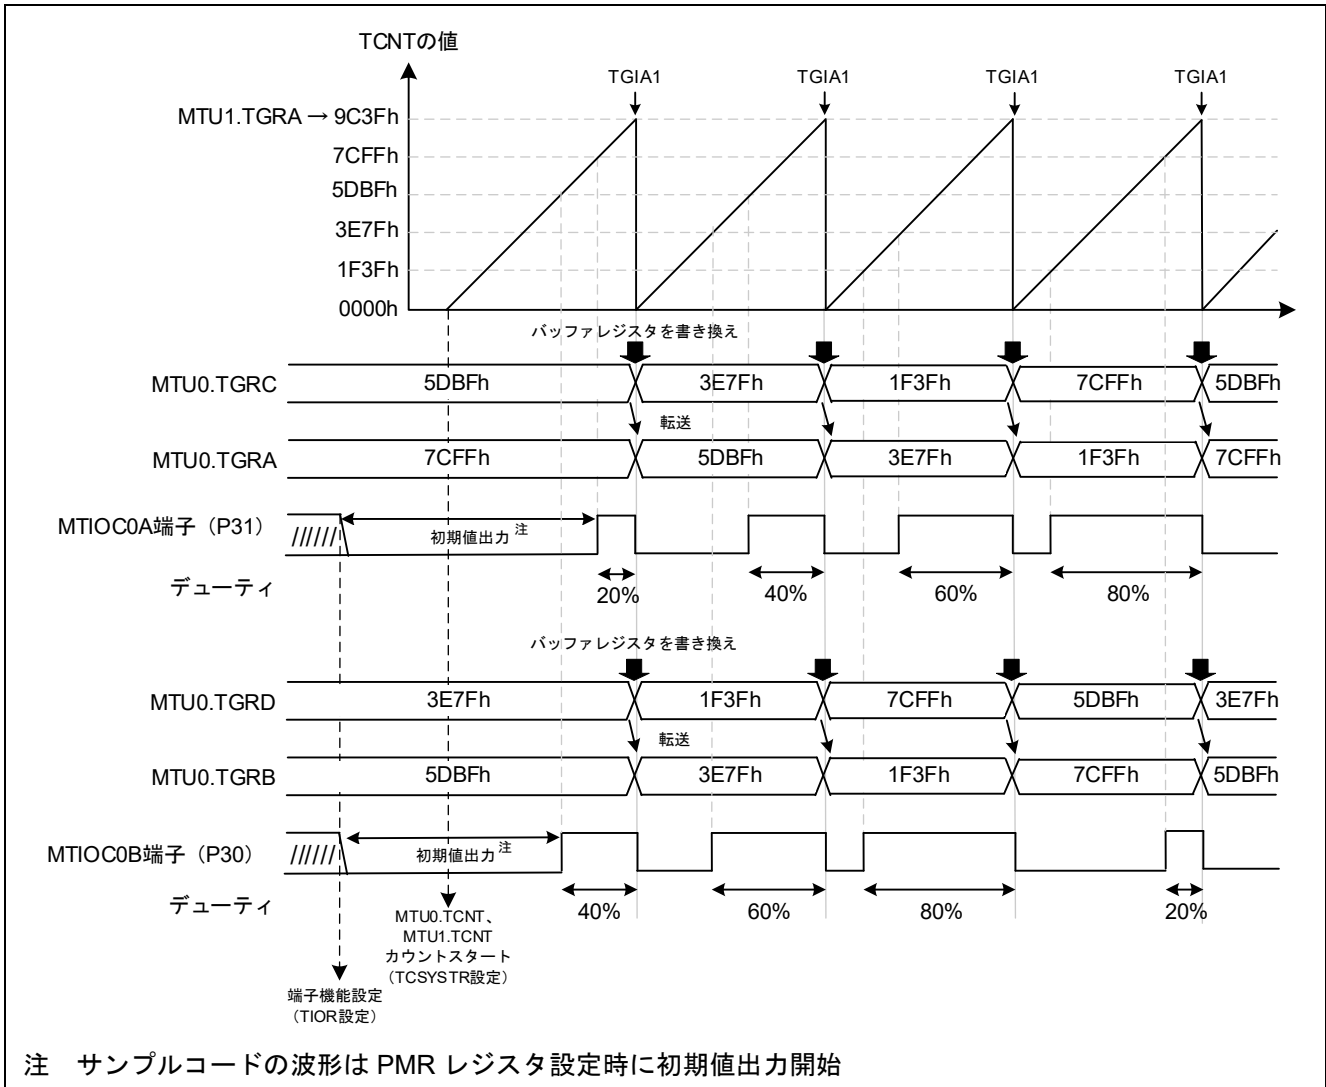

図 3-30 サンプルコードの動作
- デューティの変更タイミングの詳細は図 3-30 を参照
本サンプルコードの動作を図 3-30 に示します。周期ごとにデューティの設定を変更するため、周期レジスタ MTU1.TGRA のコンペアマッチ割り込み (TGIA1) で、バッファレジスタ MTU0.TGRC、MTU0.TGRD の値を書き換えます。MTU0.TGRC、MTU0.TGRD の値は、カウンタクリア発生時にデューティレジスタ MTU0.TGRA、MTU0.TGRB へ転送されます。